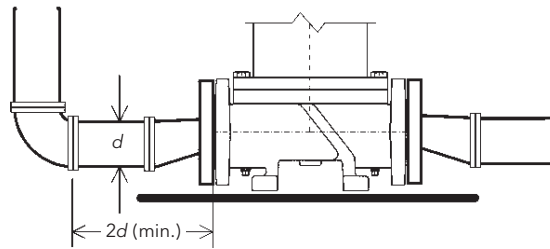

Figure 8 — Coudes de tuyauterie
1. Ne pas poser de coude directement au raccord d'aspiration de la pompe, mais l'y relier par un tuyau droit ayant une longueur égale à au moins deux fois le calibre du tuyau (fig. 8). Les coudes devraient tous être à grand rayon.